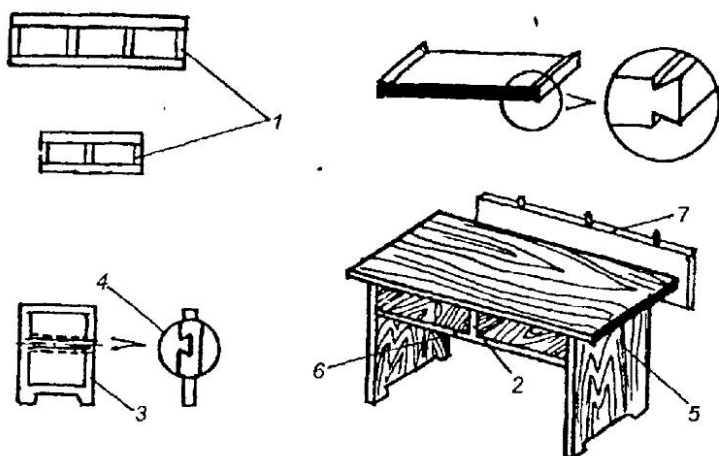

Рис. 172. Щитовой стол
**Стол письменный щитовой.** На рис. 172 даны составные части такого стола. Он состоит из крышки, двух боковых стенок, задней царги и подстоля. Все детали крепятся на круглых, квадратных нагелях или прямоугольных вставных шипах.